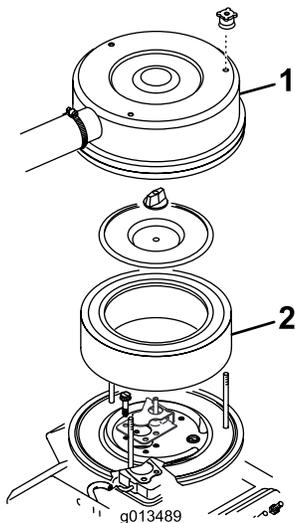

Figure 17
3. Déposez les boutons et le couvercle du filtre à air (Figure 17).